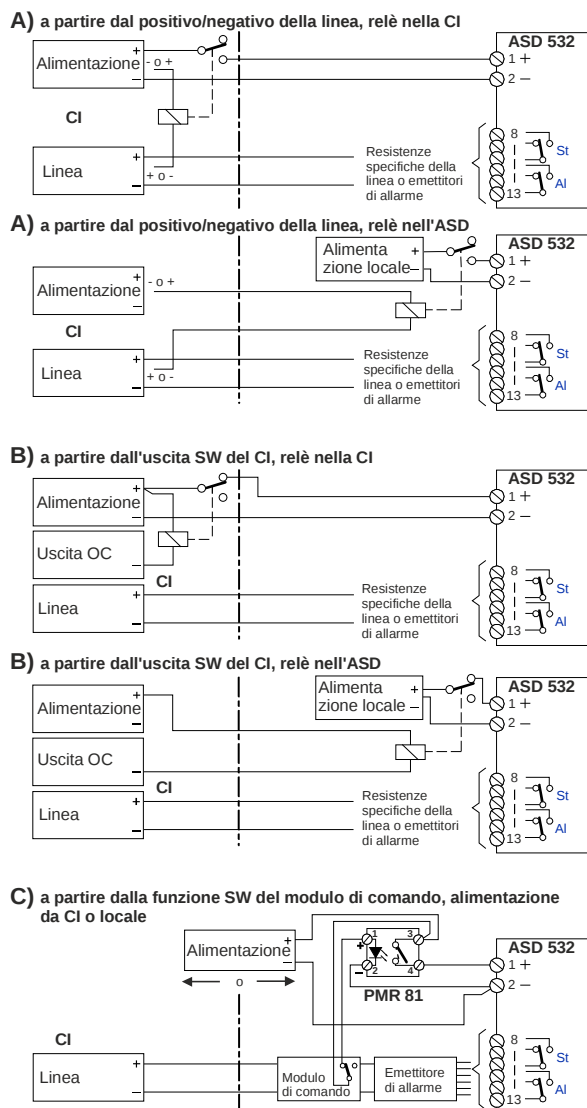

Fig. 34 Controllo attraverso l'alimentazione tramite relè
Il pilotaggio del relè ausiliario può essere effettuato nei modi seguenti (ved. Fig. 34):
- Gli elementi di protezione CEM all'ingresso dell'elettronica dell'ASD provocano un breve picco di corrente (5 A / 1 ms) quando si inserisce la tensione di alimentazione. Se si impiega un relè ausiliario i cui contatti sopportano una corrente massima di 1 A, il picco di corrente può far sì che i contatti si saldino insieme. Di conseguenza, **come regola generale** bisogna utilizzare relè ausiliari i cui contatti sopportano **più di 1 A** – ad es. il relè a stato solido PMR 81 (ved. Fig. 34 C)).